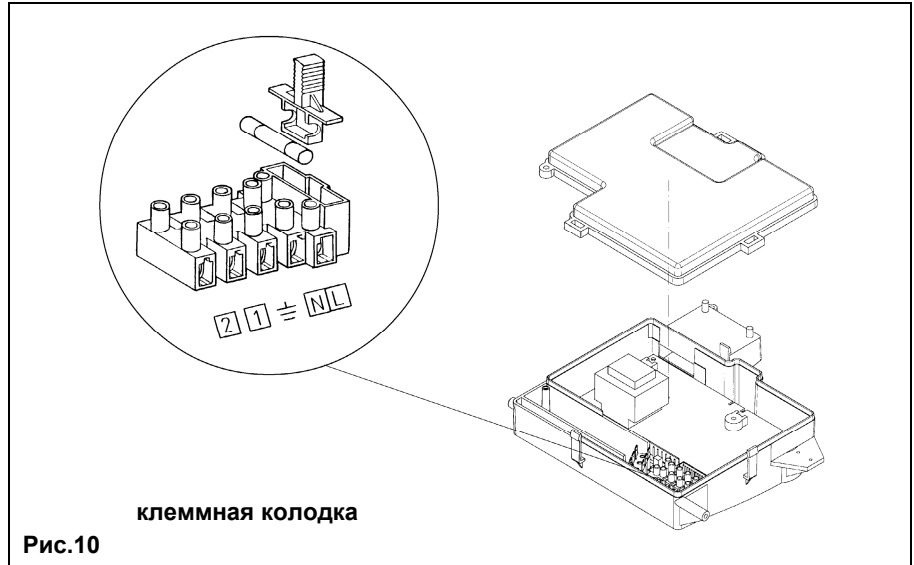

Рис.10
- для доступа к контактам снимите крышку (рис.10)
- откройте доступ к клеммам подключения электропитания (рис.10), как описано выше
- удалите перемычку между клеммами (1) и (2)
- проденьте двухпроводной кабель, идущий от термостата, через держатель и подключите его к клеммам (1) и (2).